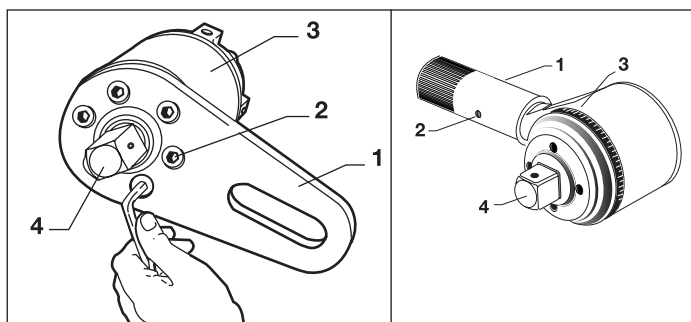

Fig. 1, Byte av Reaktionsplatta
En kontrollerad skäruteffektsdrivtapp (fig. 1, nr 4) skyddar interna komponenter i händelse av att maximal uteffektskapacitet överskrids. Denna överbelastningsfunktion orsakar brott i drivenheten när uteffekten överskrider från 103 % till 110 % av den nominella uteffektskapaciteten. En utbytesdrivenhet medföljer momentmultiplikatorn (E391, E392, E393, E492, E493, E494, E495). (Beställ ytterligare reservdelar från din Enerpac-distributör).
3. Montera rätt storlek av honfyrkantshylsa på momentmultiplikatorns fyrkantiga uteffektsdrivenhet (fig. 1, nr. 4) Placera hylsa och momentmultiplikator på fästet som ska dras åt.